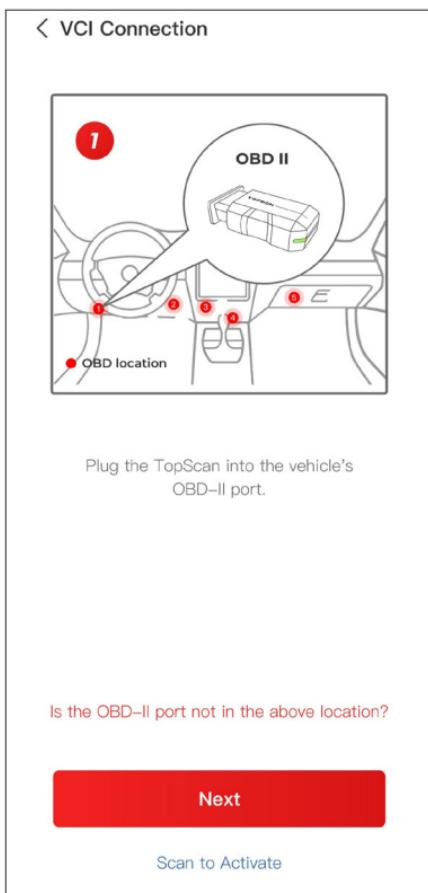

図 3-4
② ガイドされたインターフェースに従って車両のエンジンを起動してください。次に「次へ」をタップします（図 3-4 参照）。